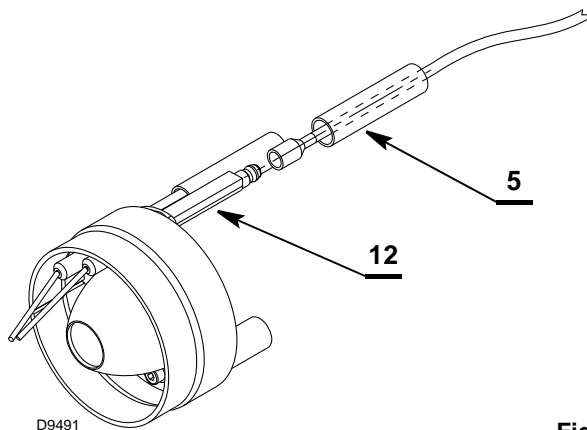

Fig. 28
- Conectar los cables 5) (Fig. 28) a los electrodos 12), controlando que la retención entre los terminales cables - electrodos esté muy firme (eventualmente apretar los terminales de los cables), luego proteger los terminales con los tubos aislantes.